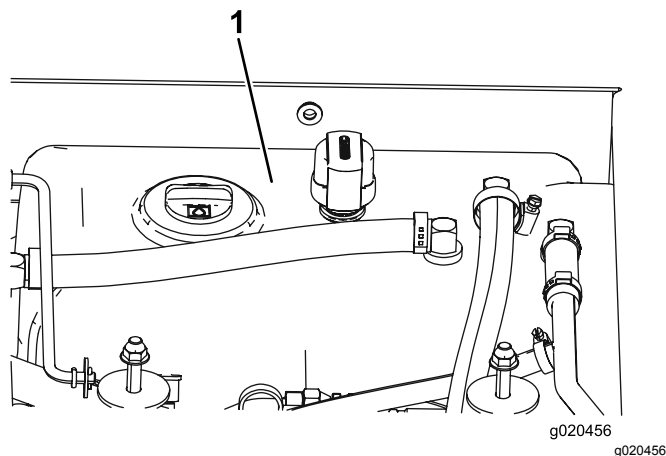

Figura 102
4. Encha o reservatório (Figura 102) com fluido hidráulico; consulte Verificar o fluido hidráulico \(página 73\).